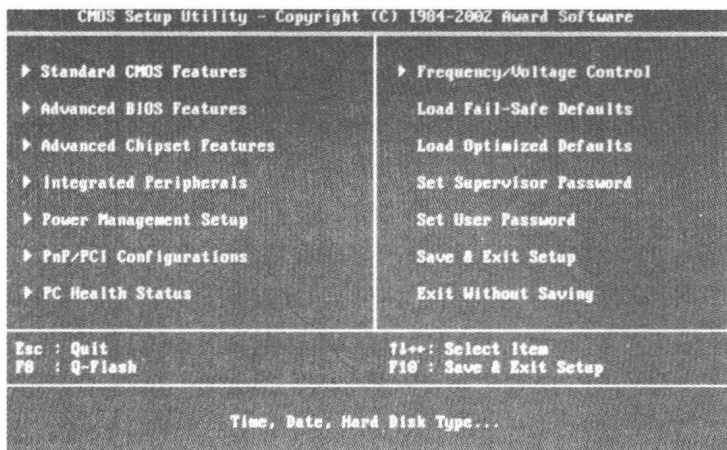

图 1-17 CMOS 设置界面
(1) 更改系统启动的顺序。
① 开机或重新启动计算机时，BIOS 程序开始自检并启动计算机，正常情况下，此时屏幕下方会出现提示：“Press DEL to enter SETUP 按 Delete 键进入 CMOS 设置菜单”。某些主板须按“Ctrl+Del+ESC”组合键才可进入 CMOS 设置菜单。图 1-17 是进入 CMOS 后的设置界面，表 1-5 为各菜单项说明。